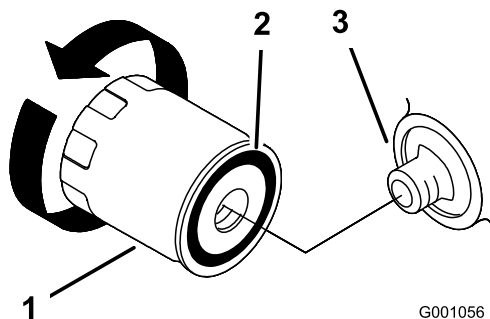

图22
2. 拆下旧滤清器, 并擦拭滤清器安装座垫片表面 (图22)。
3. 在替换滤清器的橡胶垫片上抹上一层薄薄的新鲜机油 (图22)。
4. 将替换机油滤清器安装到滤清器安装座上, 顺时针旋转机油滤清器, 直至橡胶垫片接触到滤清器安装座, 然后再将滤清器拧 2/3 至 1 圈 (图22)。